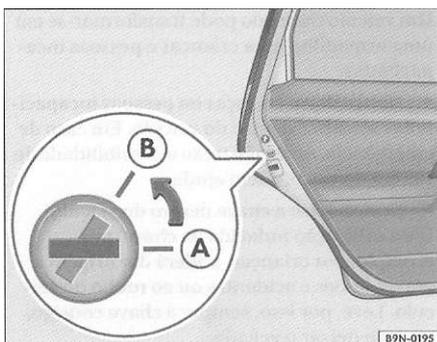
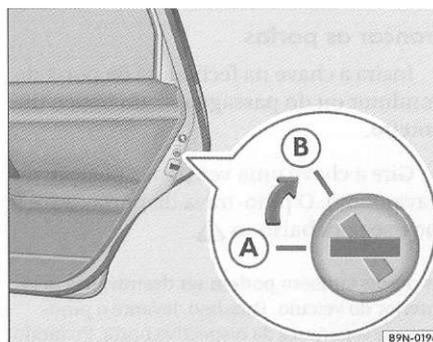

Fig. 37 Trava de segurança para crianças na porta esquerda: (A) desacionada, (b) acionada
Fig. 38 Trava de segurança para crianças na porta direita: (A) desacionada, (b) acionada
- Gire, com a chave do veículo, a ranhura para a posição => fig. 37 (b) ou => fig. 38
- Gire, com a chave do veículo, a ranhura para a posição => fig. 37 ® ou => fig. 38